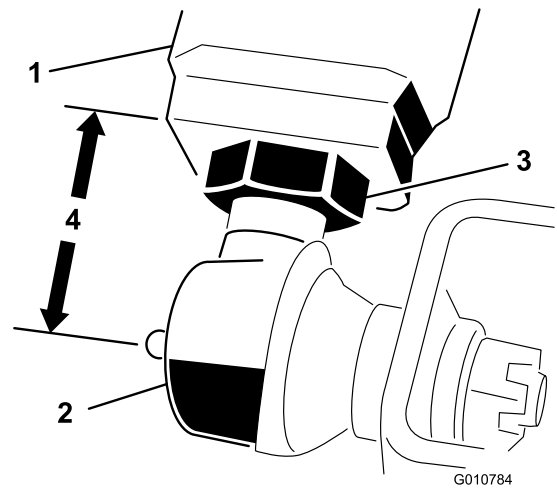

Figura 5
2. Mida la distancia entre el extremo de cada brazo de elevación hasta el centro de la articulación esférica (engrasador). La distancia debe ser de 57 mm. (Figura 5).